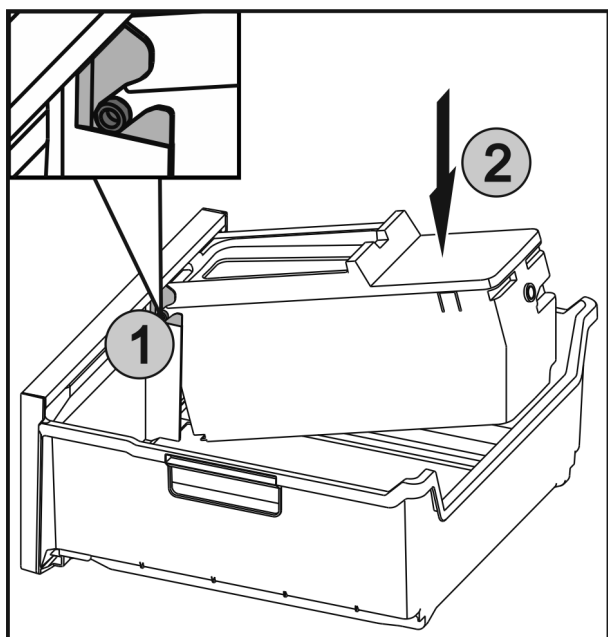

Fig. 39
- ▶ Osie Fig. 39 (1) na EasyTwist-Ice wsunąć w prowadnicę, a tylną stronę wcisnąć, Fig. 39 (2) aż nakładka się ząsepi.